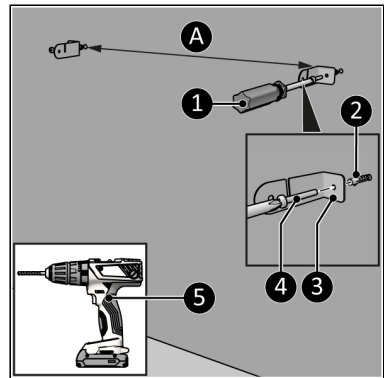

Abbildung 44.
4. Bohren Sie mindestens 610 mm über dem Boden zwei Löcher für die Halterungen. Der Abstand zwischen den Löchern beträgt ungefähr (Abbildung 44, pos. A)*:
5. Platzieren Sie die Wanddübel (Abbildung 44, pos. 2).
6. Schrauben Sie eine linke und eine rechte Halterung (Abbildung 44, pos. 3) an die Wand mit einer großen Schraube (Abbildung 44, pos. 4) mit einem Kreuzschlitzschraubendreher (Abbildung 44, pos. 1).